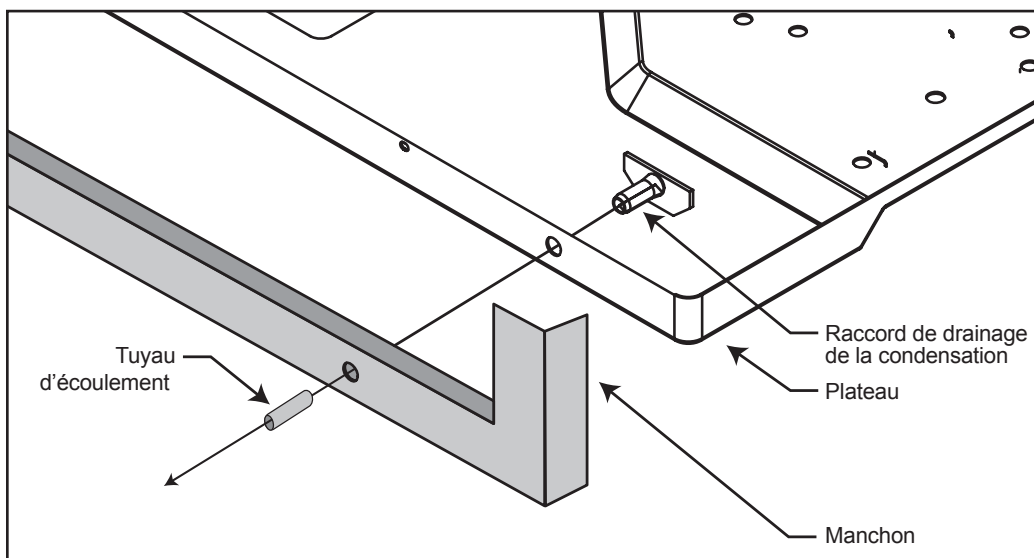

Figure 12
**ÉTAPE 1** Enlever la plaque de vidange à l'arrière du plateau (consulter la Figure 12). Avec les vis de la plaque, installer le joint et le raccord de vidange sur le plateau.